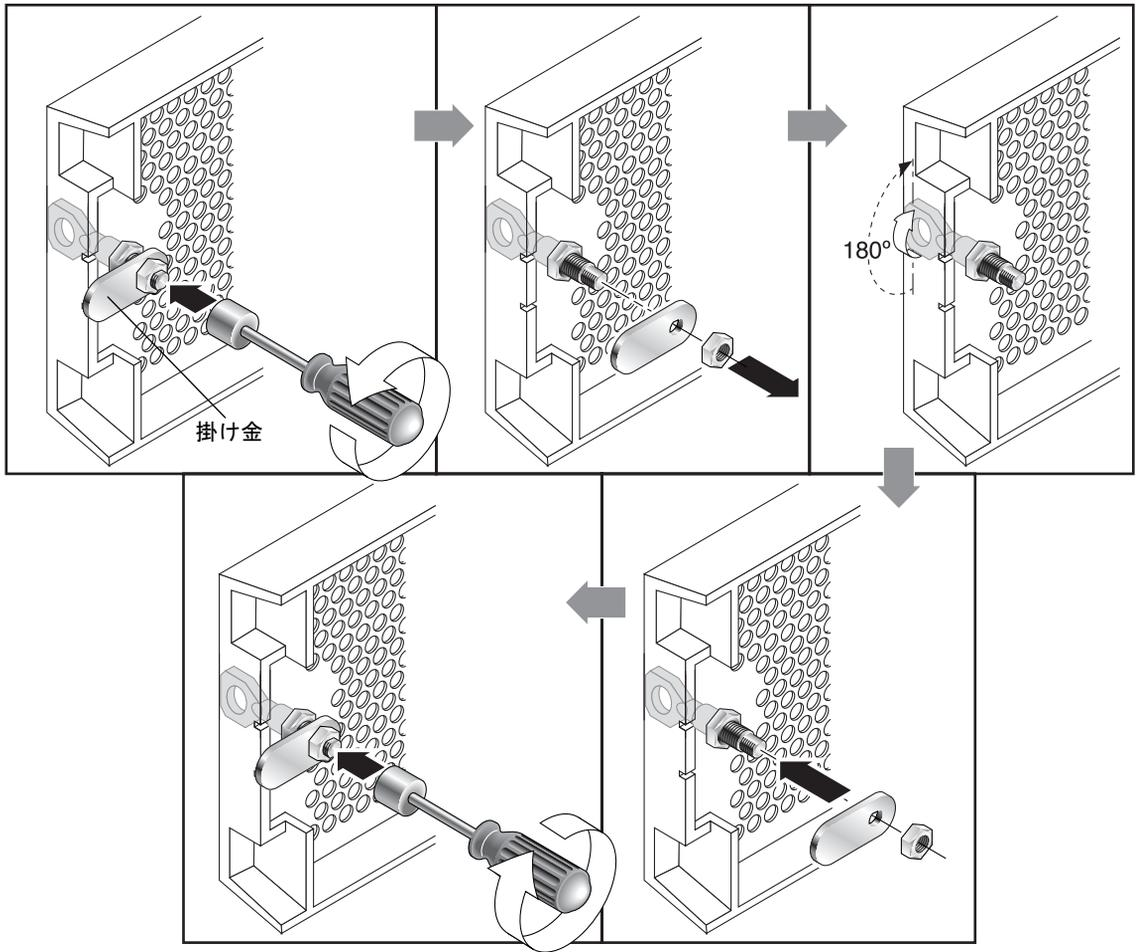

図 1-2 鍵を抜き取ることができないようにするためのステップ順序
1. スイングアームをゆっくり回してイヤースocketから外し、ベゼルを取り外します。鍵がロック位置にあることを確認してください。掛け金が水平方向にベゼルの端から飛び出した状態がロック位置です (図 1-2 の最初のパネルを参照)。
2. 鍵が回らないように保持しながら、12 mm か 3/8 インチのナットドライバを使用して、掛け金を固定しているナットを外します (図 1-2 の最初のパネルを参照)。
3. 掛け金を持ち上げて、ロック本体のネジ部から外します (図 1-2 の 2 番目のパネルを参照)。
5. 鍵を使用してロックを 180 度回転します (図 1-2 の 3 番目のパネルを参照)。
6. 掛け金を、外したときと同じ向きで元の位置に戻します (図 1-2 の 4 番目のパネルを参照)。
7. 鍵が回らないように保持しながら、ナットドライバを使用して掛け金を固定するナットを締めます (図 1-2 の 5 番目のパネルを参照)。ネジ山をつぶさないように注意して締めてください。